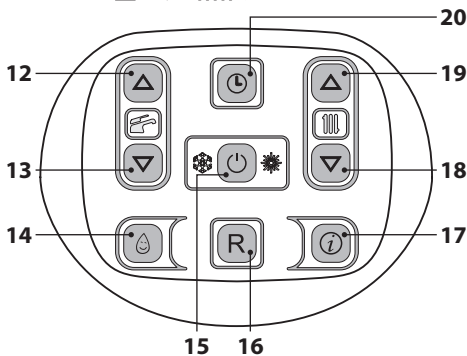

Figura 2.5
Entre en la "modalidad programación" manteniendo pulsado durante 5 segundos el botón 20 (Figura 2.5) hasta que aparezca en el display el símbolo ⌚.
Usando los botones 18 (reducción) y 19 (aumento) Figura 2.5 se pueden definir los valores de hora, día y fecha; usando los botones 12 y 13 se puede pasar de un parámetro a otro.
- Mantenga pulsado durante 2 segundos el botón 15 hasta que aparezcan en el display los símbolos  y , Figura 2.5.